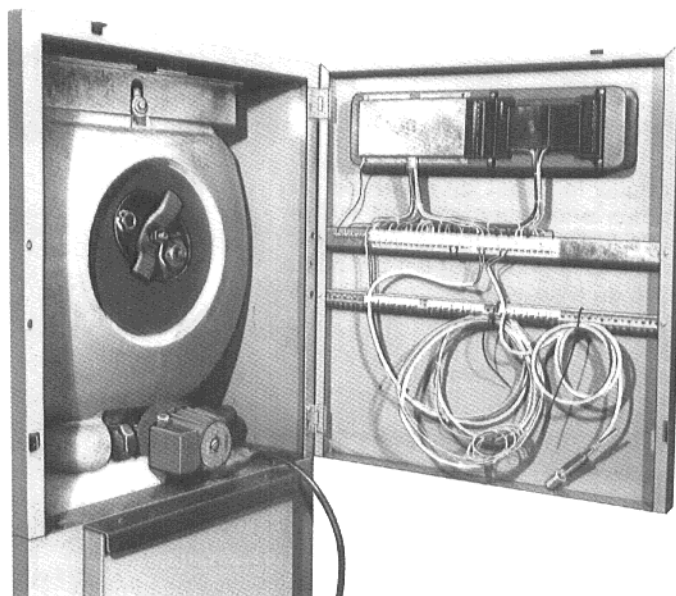

Fig. 22
Accrocher le **tableau de commande** (14) au panneau latéral droit du réservoir, d'abord en bas, puis en haut à l'aide de couvre-joints à charnières, puis le visser. Les vis sont emballées dans le tableau de commande (Fig. 22).